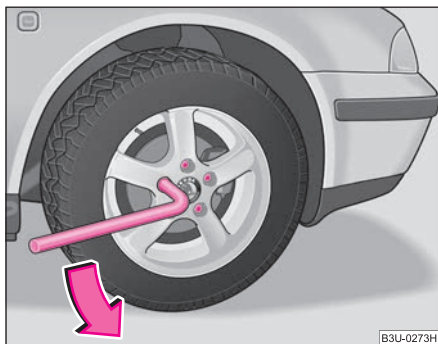

Fig. 194 Înlocuirea roții: Slăbirea prezoanelor de roată
- Prindeți cu mâna capătul cheii și rotiți șurubul cca. o rotație spre stânga ⇒ fig. 194.